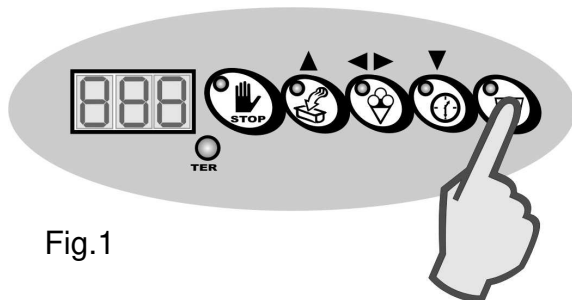

Fig.1
- Appuyer sur la touche GRANITE (fig.1).